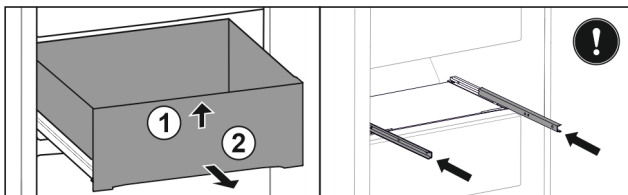

Fig. 123
- Nosta vetolaatikon etuosaa ylös. Fig. 123 (1)
- Poista vetolaatikko vetämällä sitä eteenpäin. Fig. 123 (2)